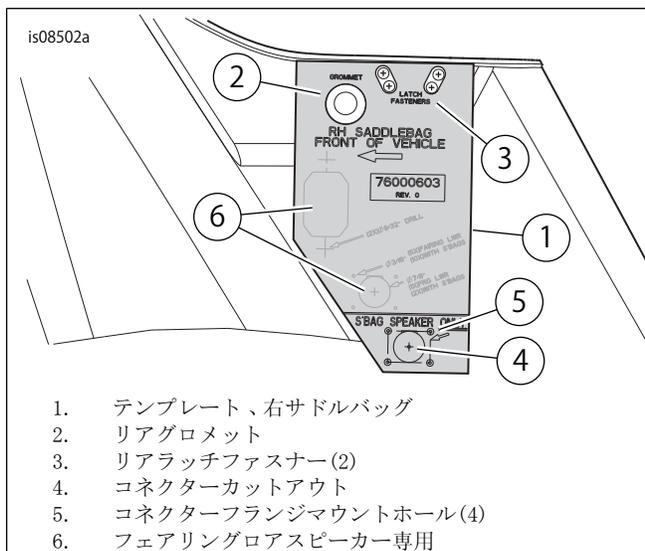

図1. ステージIIサドルバッグスピーカーを取り付けるために右サドルバッグにドリルで穴を開ける
3. 「図1」を参照してください。テンプレート(1)をサドルバッグに配置します。グロメット(2)およびラッチ(3)ファスナーの開口部を揃えます。「S' BAGSPEAKERONLY(サドルバッグスピーカーのみ)」と印が付けられた下の位置(4)および(5)にドリルで穴を開けます。
8. フェアリングロアスピーカー取り付けキットの一部として右サドルバッグにもアンプを取り付ける場合: フェアリングロアスピーカー取り付けキットの指示に従い、2つあるアッパーバルクヘッドコネクタ用の穴を開けてください(「図1」のアイテム6を参照)。